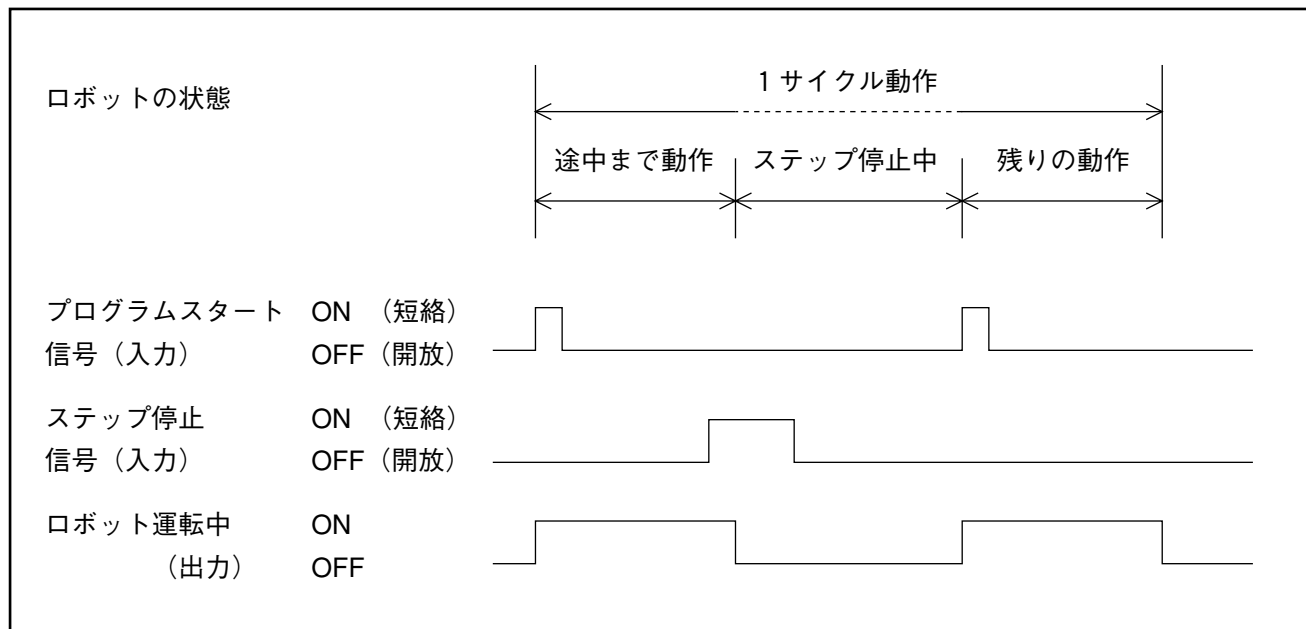

図4-22 ステップ停止信号
- ①現在実行中のステップを終了した時点でこの信号がON（短絡）されていると、ロボットはそこで停止し、ロボット運転中出力をOFFします。しかし自動モード、外部モードは維持されており、プログラムスタート信号の入力でプログラムの続きを実行します。図4-22をご参照ください。
- ②プログラムスタート信号入力時にこの信号をON（短絡）しておく、と、ステップ毎に停止します。
- ③ティーチングペンダントによる内部運転の場合も同じです。
- ④ステップ停止後の再起動方法はP4-20の「3.4.4 プログラムスタート」をご参照ください。